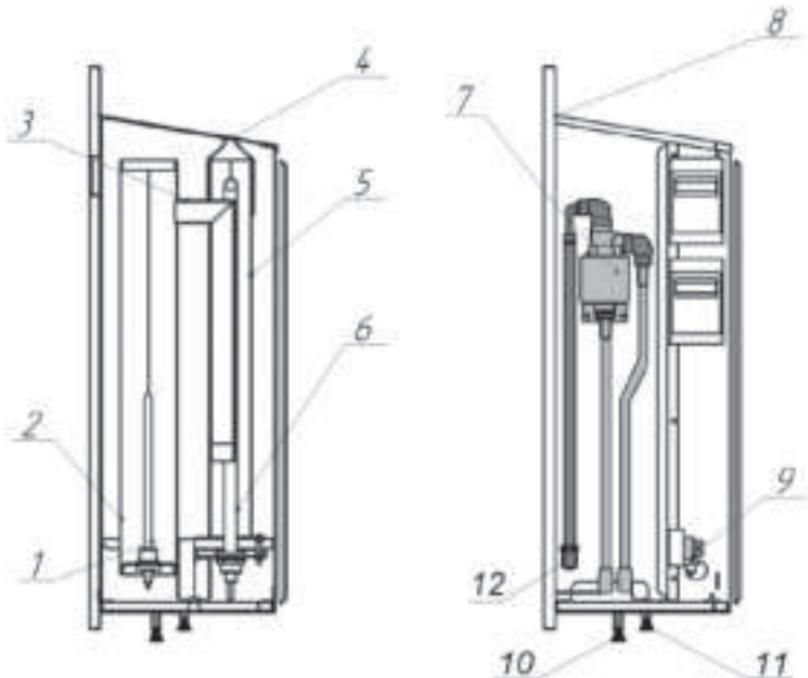
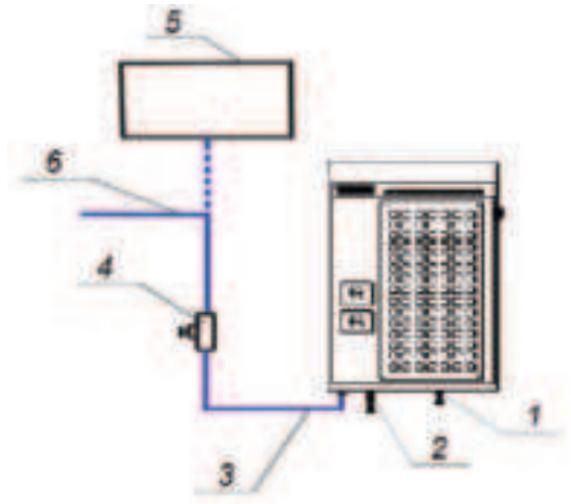

Рис. 2. Внешний вид электропечи 3/220 ; 5/ 220 в разрезе
Рис. 5
Рядом с теплоизолированной ёмкостью для воды (поз. 2, рис. 2) проходит вертикальный короб (поз. 5, рис. 2), внутри которого установлен ТЭН (поз. 6, рис. 2). Нагрев воды до состояния кипения происходит за счет нагрева ТЭНа (поз. 1, рис. 2) расположенного в ёмкости для воды. Внутри короба (поз. 5, рис. 2) имеются паропроводящие каналы (поз.3, рис. 2), по которым пар подается в нижнюю часть короба, где смешивается с воздухом, поступающим в короб снизу. За счет конвективных потоков паровоздушная смесь устремляется вверх, нагреваясь максимально до температуры 300-330 °C и выбрасывается в помещение через форсунку (поз. 4, рис. 2). Заполнение емкости и ее дальнейшее пополнение водой осуществляется в автоматическом режиме через клапан с встроенным в него вводным фильтром (поз. 7, рис. 2).
ЭГПП и ПУ соединяются термостойким кабелем соответствующего сечения, через контактные винтовые зажимы, расположенные в ПУ и ЭГПП (поз. 9, рис. 2).
1.4.7 Обеспечение ЭГПП водой осуществляется от внешней системы водоснабжения. Подача воды осуществляются через заливной шланг (поз. 12, рис. 2; поз. 3, рис. 5) и шаровой клапан (поз. 7, рис. 2), слив – через металлическую трубку с силиконовым шлангом, идущим в комплекте, и силиконовой пробкой (поз. 10, рис. 2; поз. 2, рис. 5). Металлическая трубка с силиконовой пробкой (поз. 11, рис. 2; поз. 1, рис. 5) используется для слива конденсата из конденсатосборного бачка.
- 2.1.2.5 Подключить ЭГПП с помощью гибкого шланга (поз. 3, рис. 5) к водопроводной сети (поз. 6, рис. 5) или накопительному баку (поз. 5, рис. 5) расположенному в смежном помещении. Рекомендуется устанавливать накопительный бак на высоте не менее 1 м от верха ЭГПП. Перед ЭГПП следует установить запорный кран (поз. 4, рис. 5). Для предотвращения образования известковых отложений, значение жесткости воды должно находиться в диапазоне от 0,5° до 5 °F. Рекомендуется использование специальной установки – деминерализатора (с обратным осмосом).
2.2.2.1 Закрыть пробку слива воды (поз.10, рис. 2) и пробку слива конденсата (поз. 11, рис. 2), открыть заливной кран (поз. 4, рис. 5)
2.2.2.4 Интенсивность кипения воды в баке парогенератора и температура нагрева паровоздушной смеси регулируются с помощью кнопок индикаторов «STEAM» и «WATER». Индикаторы указывают процентное отношение включенной мощности от 0% до 100%. Пользуясь кнопками индикаторов установите в процессе сеанса комфортный для вас температурно- влажностный режим в помещении. При низких температурах паровоздушной смеси, т.е. при низких показаниях на «STEAM», возможно образование конденсата, который будет собираться в конденсатосборном бачке, емкостью 300 мл. При его переполнении, что происходит крайне редко, (появление капель на дне ЭГПП) необходимо вынуть силиконовую пробку (поз. 1, рис. 5) и слить конденсат в подготовленную емкость.